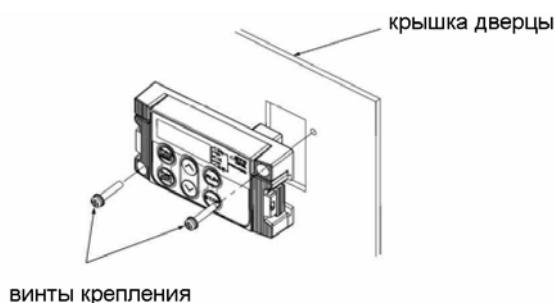

Рисунок 2.27 Установка панели на дверцу
4) При установке панели на дверце, прочно закрепите ее двумя болтами M3 через отверстия, обозначенные на рисунке (Рисунок 2.27.)